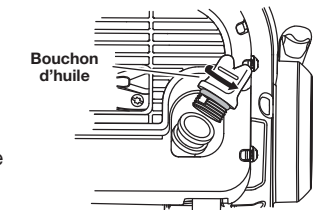

Fig. 5
2. Placez l'appareil sur une surface plane et retirez le bouchon d'huile (Fig. 5).